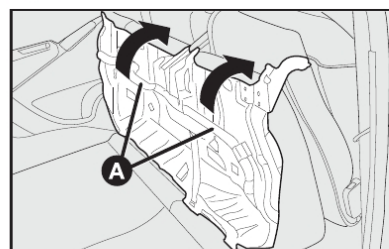

fig. 99
6) Em seguida, rebater o banco traseiro inteiro para a frente fig. 99 de maneira a obter uma única superfície de carga.
1) Rebater para trás o banco traseiro completo utilizando os puxadores A-fig. 99.